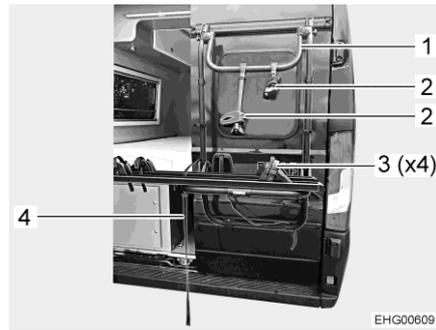

Fig. 3 Portabicicletas
- Abrir la correa de cierre (Fig. 3,4).
- Colocar la bicicleta en el riel y fijarla con el brazo de sujeción (Fig. 3,2) al estribo de sujeción (Fig. 3,1).
- Fijar la rueda delantera y la rueda trasera de la bicicleta al riel de rueda mediante cintas de sujeción (Fig. 3,3).
- Cerrar la correa de cierre (Fig. 3,4).